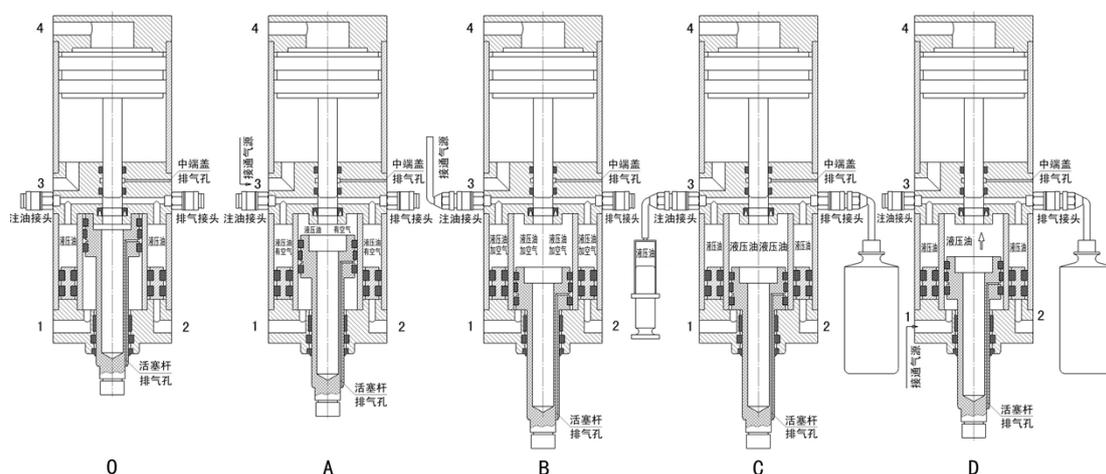

图 10
A.如图 10 中的 A 图所示，拔掉缸上的四根气管并编号，单独给排气口 3 接通气源，让增力活塞回到上端。这时候内外缸筒液压油贯通。
B.如图 10 中的 B 图所示，插入注油接头，并将注油接头接通气源，让气缸活塞杆和环形活塞都到下端。这时候内外缸筒间产生了一个最大的注油容积。
C.如图 10 中的 C 图所示，插入注油接头和排气接头，并把排气接头的软管插入一个饮料瓶，用注射器从注油接头缓缓注入液压油，直到把缸内气泡排尽。静置一小时后，再用注射器从注油接头缓缓注入液压油，再次把缸内气泡排尽。
D.如图 10 中的 D 图所示，拔掉注油接头，单独给排气口 1 接通气源，过程中小心排气接头的软管从瓶中出来飞溅液压油，让气缸活塞杆回到上端。然后，拔掉排气接头，注油完毕。气缸状态回到 O 图状态，插上四根气管恢复工作。